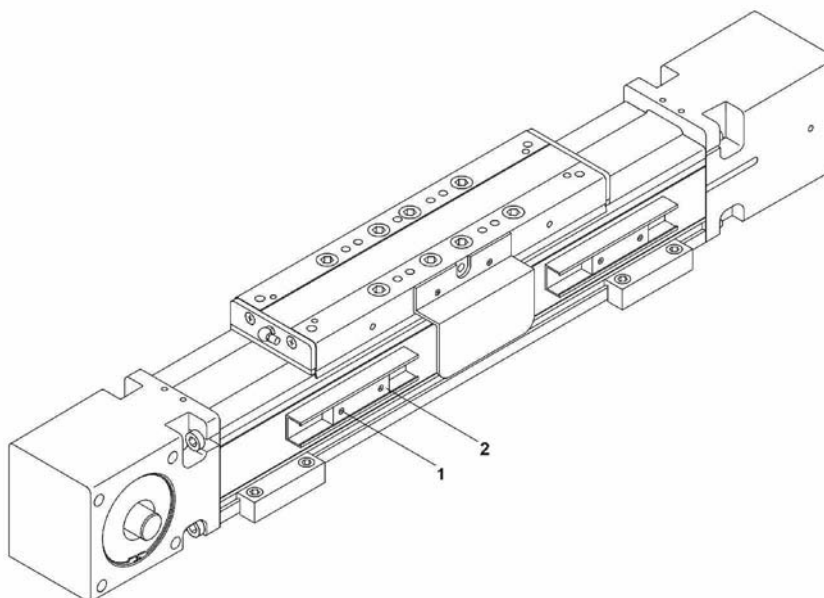

Fig. 4:
1. **Figure 4 :** détacher le détecteur de proximité correspondant en desserrant la vis de fixation (1).
2. Déplacer le détecteur de proximité (2).